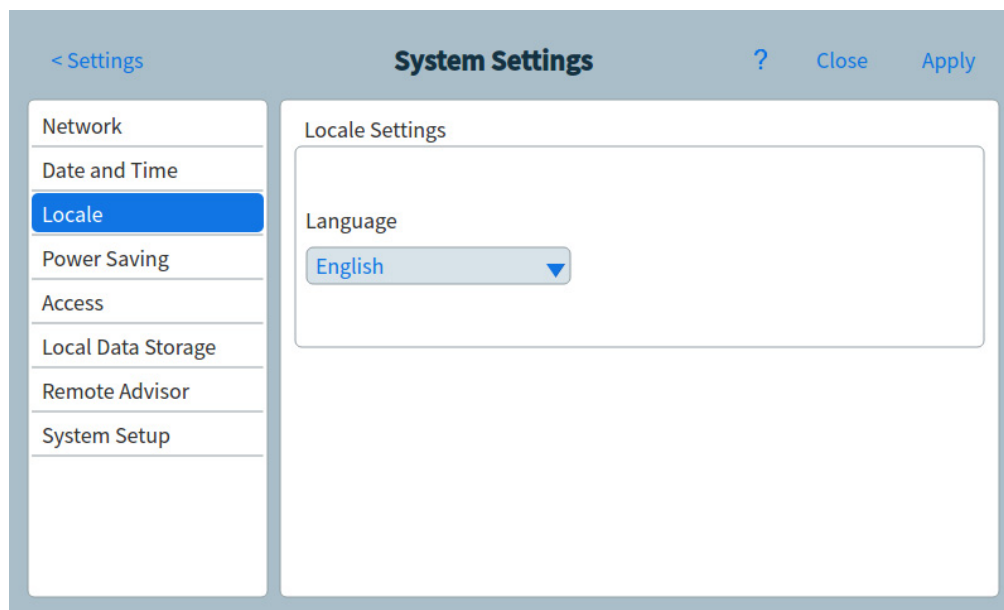

Figura 43 Página de parámetros de configuración local
- 1 En la página System Settings, pulse el botón de selección de página **Locale**. Se abrirá la página de parámetros de configuración local. Consulte Figura 43.